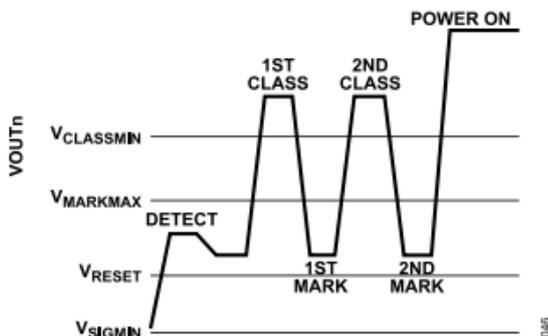

図40. タイプ2 PSE (2イベント・クラス・シーケンス)
25.5Wを要求するタイプ2 PDは、すべてのクラス・イベント時にクラス・シグネチャ4を示します。供給可能電力が25.5Wのタイプ2 PSEは、図40に示すように、最初のクラス・イベント時にクラス・シグネチャ4を認識すると、PDにVMARK (代表値9V) を供給し、少し間を置いてから2番目のクラス・イベントを発行します。2番目のクラス・イベントは、PSEが25.5Wを割り当てたことをPDに知らせます。